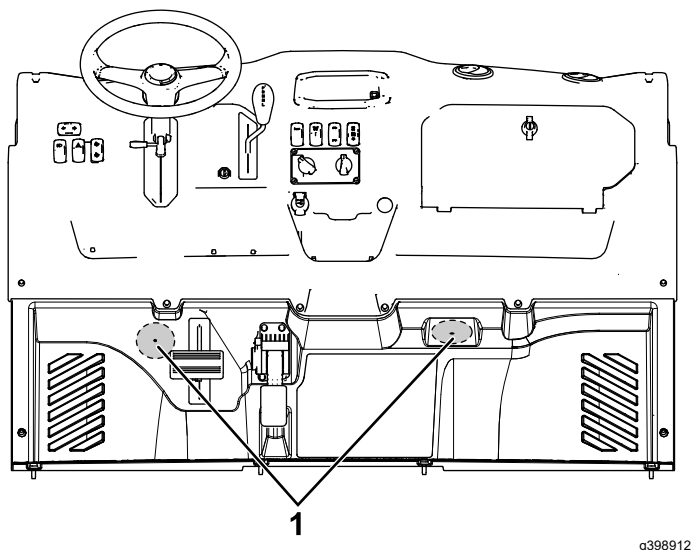

Figura 12
- Localize as duas reentrâncias piloto de furação no piso (Figura 12) e faça dois furos (76 mm) diretamente sobre as reentrâncias piloto.